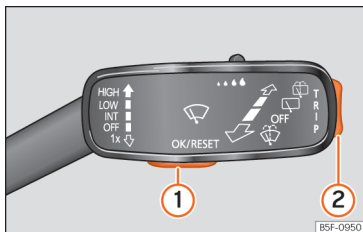

Fig. 84 Leva del tergicristalli: tasti di controllo.
In presenza di un avvertimento con priorità 1 » pag. 80, non sarà possibile accedere ad alcun menu. Alcuni avvertimenti possono essere confermati o nascosti con il tasto » fig. 84 ①.